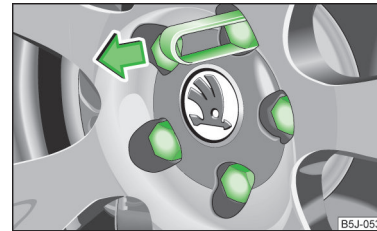

Abb. 135
- Die Abziehzange auf die Abdeckkappe schieben, bis die inneren Rasten der Zange am Bund der Abdeckkappe anliegen » Abb. 135.